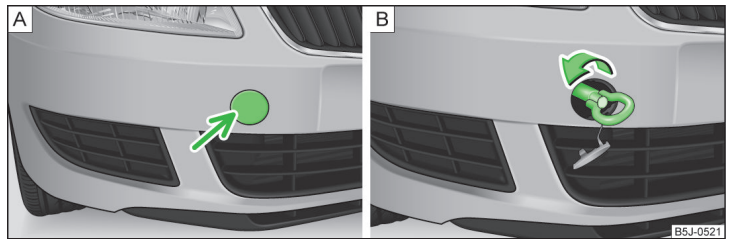

Abb. 148 Ausbau der Abdeckkappe / Einbau der Abschleppöse
- ▶ Auf die linke Hälfte der Abdeckkappe im Pfeilbereich drücken » Abb. 148 - A.
- ▶ Die Abschleppöse von Hand nach links bis zum Anschlag einschrauben » Abb. 148 - B. Für das Festziehen empfehlen wir, z. B. den Radschlüssel, die Abschleppöse eines anderen Fahrzeugs oder einen ähnlichen Gegenstand zu verwenden, der durch die Öse gesteckt werden kann.